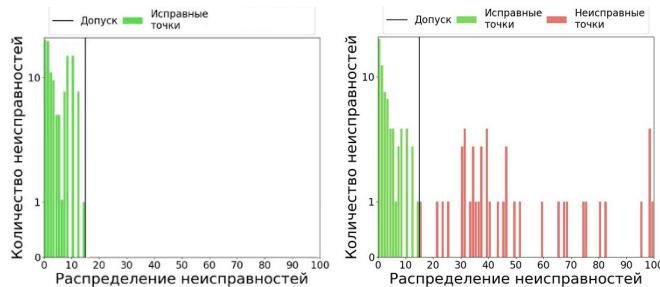

Рисунок 16. Гистограммы из отчетов тестирования плат.
4. Найдите в верхней части каждого отчета гистограмму (Рисунок 16).